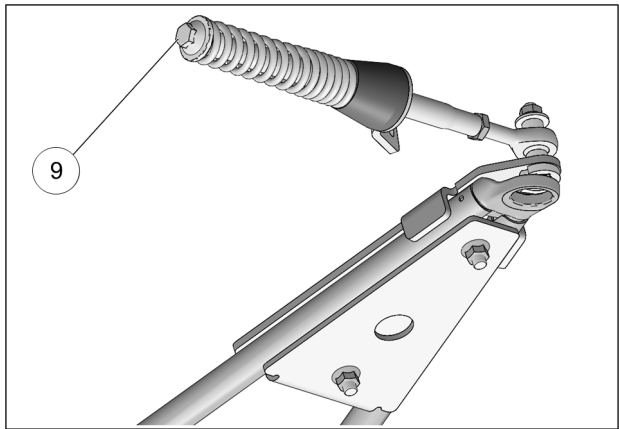

Fig. 22
9. Vérifier que le boulon du ressort (6) est serré au couple recommandé : 75 N•m [55 lb•pi]. Fig. 22